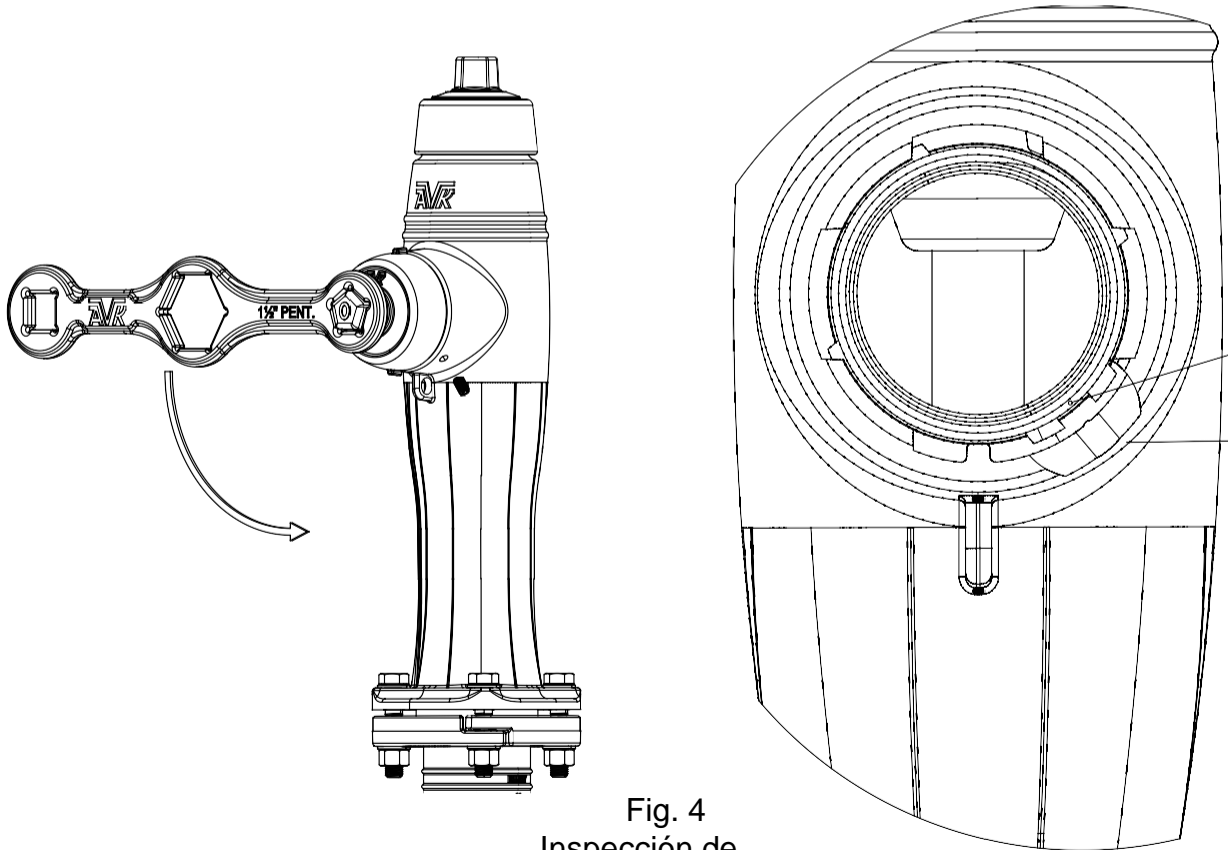

Fig. 4
2. Localice el orificio del tornillo de fijación (F23). Se encuentra aproximadamente a $\frac{1}{2}$ "hacia adentro del borde de la sección de la boquilla y aproximadamente en la posición de las 4:30 a las 5:00 en punto. Si falta este tornillo de retención, asegúrese de que la boquilla esté instalada correctamente como se muestra en la Fig. 4 , luego reemplácelo inmediatamente (tornillo de fijación F23, acero inoxidable M10 x 16 304) con una llave hexagonal de 5 mm o $\frac{3}{16}$ ".
Debe haber un pequeño "hoyuelo" o marca de perforación en la boquilla de la manguera (F20), esta marca debe estar alineada con el tornillo de retención de la boquilla como se muestra en la Fig. 4. Si no es así, retire el tornillo de fijación (F23), Gire la boquilla hasta que la alineación sea correcta. Aplique una gota de bloqueador de roscas (Loctite # 242 o igual) al extremo del tornillo de fijación, apriételo hasta que haga contacto con la boquilla y retroceda $\frac{1}{8}$ de vuelta. Reemplace la tapa de la boquilla de la manguera (F19).